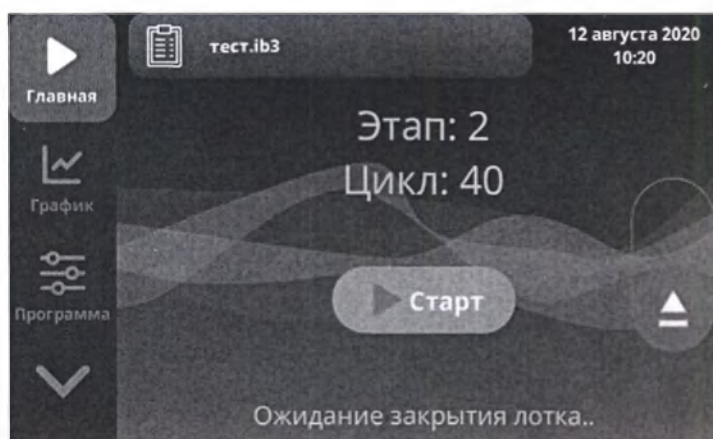

Рисунок 3.13 Интерфейс прибора при открытом лотке
11. Нажмите на кнопку открытия лотка. После открытия лотка на экране появится статус «Ожидание закрытия лотка». (рисунок 3.13), кнопка **Старт** станет неактивной.